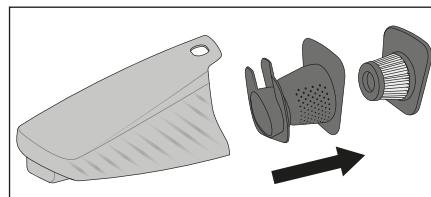

Fig. 4
① BEMÆRK
- Du får de bedste resultater ved at tømme støvbeholderen ⑦ og rengøre EPA-filteret ⑤, hver gang du har brugt støvsugeren.
- Hvis du har brug for et nyt EPA-filter ⑤, bedes du henvende dig til vores serviceafdeling (se kapitlet **Bestilling af reservedele**).
- Tag motordelen ③ ud af fordybningen til motordelen ⑬ for at åbne støvbeholderen ⑦.
- Tryk på udløserknappen ▲ ④, og tag samtidig støvbeholderen ⑦ af forfra.
- Tag derefter EPA-filteret ⑤ og grovfilteret ⑥ ud af støvbeholderen ⑦ (fig. 4). Banks begge dele ud over en affaldsspand eller lign. Ved behov kan EPA-filteret ⑤ skyldes med rent vand. Lad det derefter lufttørre helt.